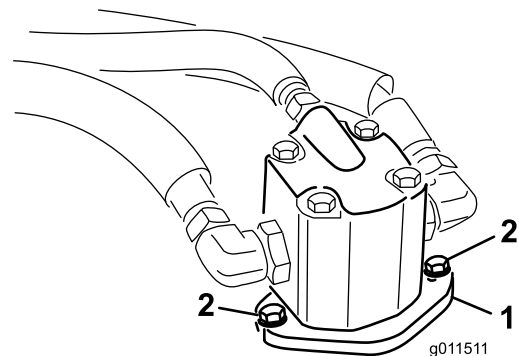

Figura 98
- Retire os parafusos que fixam o motor hidráulico à plataforma do cortador (Figura 98).